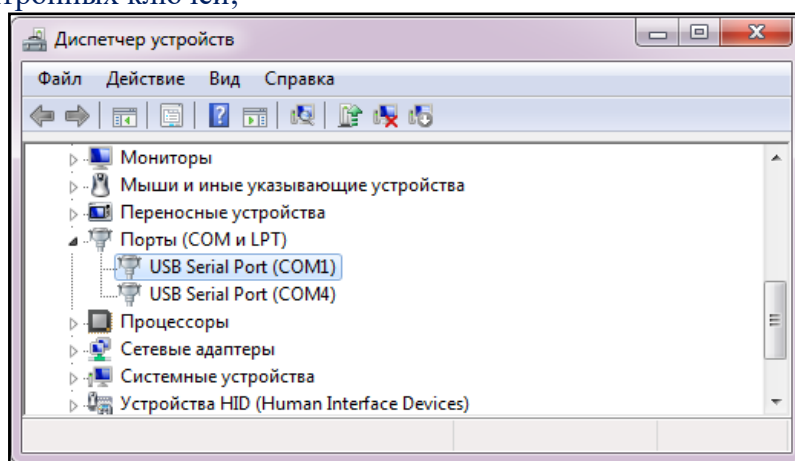

Рис. 69. Скриншот окна «Диспетчер устройств» операционной системы
- ✓ после установки драйвера в диспетчере устройств Windows (Пуск->Панель управления->Диспетчер устройств) подключенный адаптер АИУ(02) определится в виде виртуального СОМ-порта, а адаптер АИУ(01) определится двумя виртуальными СОМ-портами (см. рисунок 69):